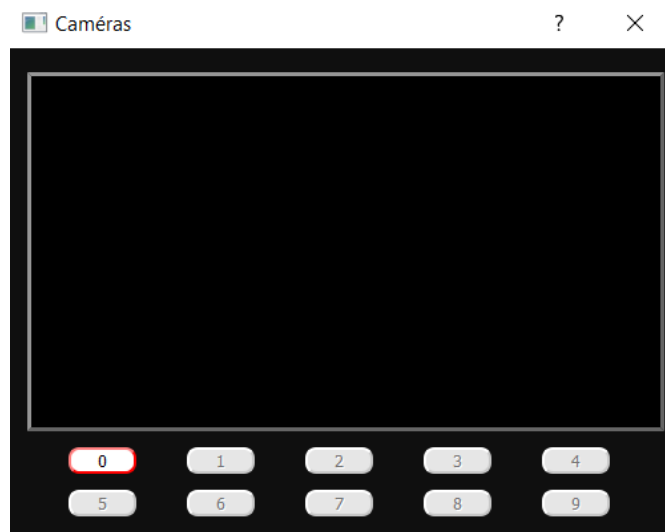

Figure 35: Visualisation de la fenêtre de listing des caméras
- **CAMERAS** : ce bouton permettra à l'utilisateur d'obtenir les bons identifiants des caméras. La Figure 35 présente une visualisation de la fenêtre qui s'ouvrira à l'appui de ce bouton.